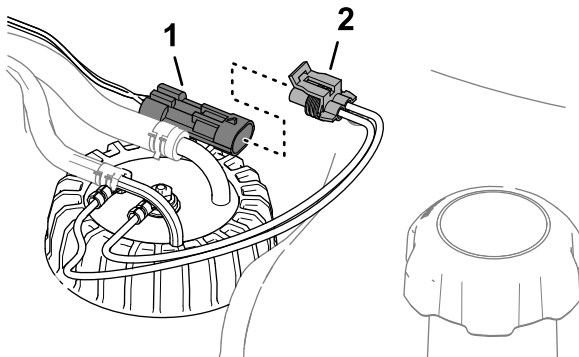

図 119
3. マシンのワイヤハーネスの 2 ピンコネクタから、燃料センダのハーネスの 2 ソケットコネクタを外す **図 119**。